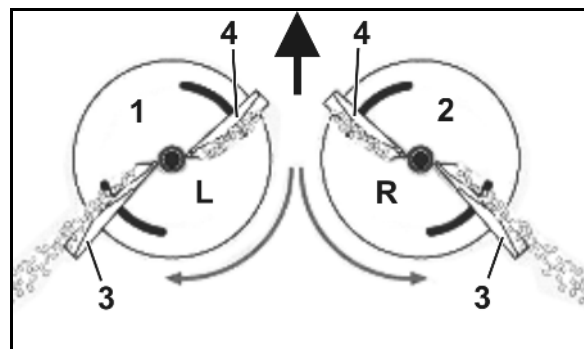

Рис. 19
- левый распределяющий диск (Рис. 19/1) с маркировкой **L**.
- правый распределяющий диск (Рис. 19/2) с маркировкой **R**.
- Длинная (Рис. 19/3) - шкала настройки со значениями от 35 до 55.
- Короткая (Рис. 19/4) – шкала настройки со значениями от 5 до 28.